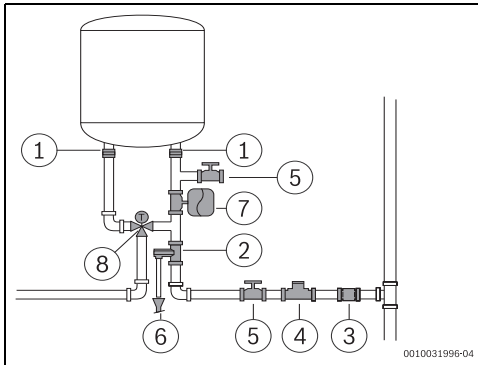

Fig. 9
- Se recomandă să instalați un robinet termostatat (Fig. 9, [8]) la nivelul tubului de evacuare al aparatului dacă se utilizează tuburi PEX. Acesta trebuie să fie reglat astfel încât să corespundă puterii materialului utilizat.
- Nu instalați niciodată accesorii (altele decât cele prezentate în Fig. 9) între supapa de siguranță și intrarea pentru apă rece (partea dreaptă) a aparatului.
- Instalați un reductor de presiune (Fig. 9, [4]). Supapa de siguranță se va activa atunci când presiunea apei din aparat depășește 8 bar (± 1 bar), motiv pentru care este necesară planificarea unui mod de scurgere a acestei ape.
- Instalați un vas de expansiune (Fig. 9, [7]) pentru a opri deschiderea supapei de siguranță în mod frecvent. Volumul vasului de expansiune trebuie să fie echivalent cu 5 % din volumul aparatului.